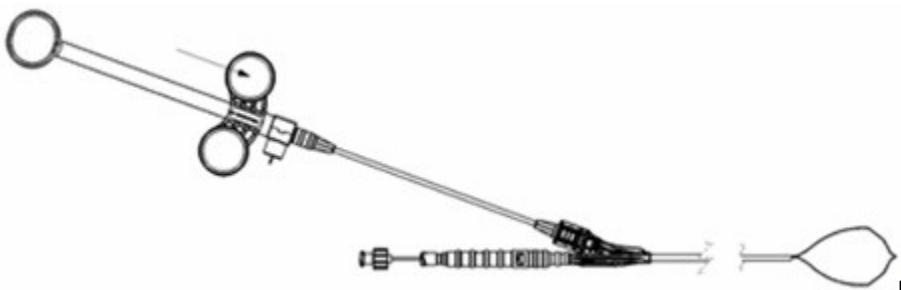

Figura 3
4. Quando o pólio ou tecido tiver sido endoscopicamente visualizado, liberte a ansa afastando os anéis de dedo do anel para o polegar (Figura 3).
5. Confirme se o laço da ansa está completamente aberto através da observação endoscópica (Figura 3).
3. Quando o pólio ou tecido tiver sido visualizado endoscopicamente, liberte a ansa afastando os anéis de dedo do anel para o polegar (Figura 3).
4. Confirme se o laço da ansa está completamente aberto através da observação endoscópica (Figura 3).